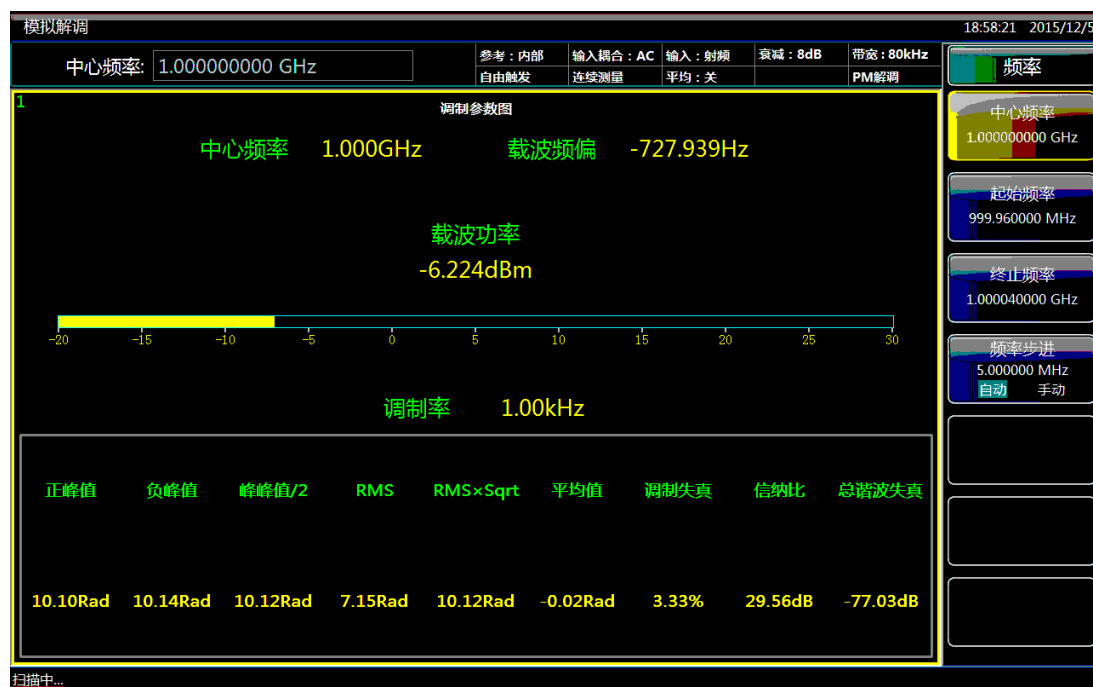

图 4.22 ΦM 信号测量结果
- i) 当测量完成后，正峰值检波方式测得的调制相偏、速率、失真和信纳比的测量结果就会同时显示在屏幕上。屏幕的下方会显示当前的测量设置。如图 4.22 所示：
k) 各种检波方式下的测量结果如图 4.22 所示。